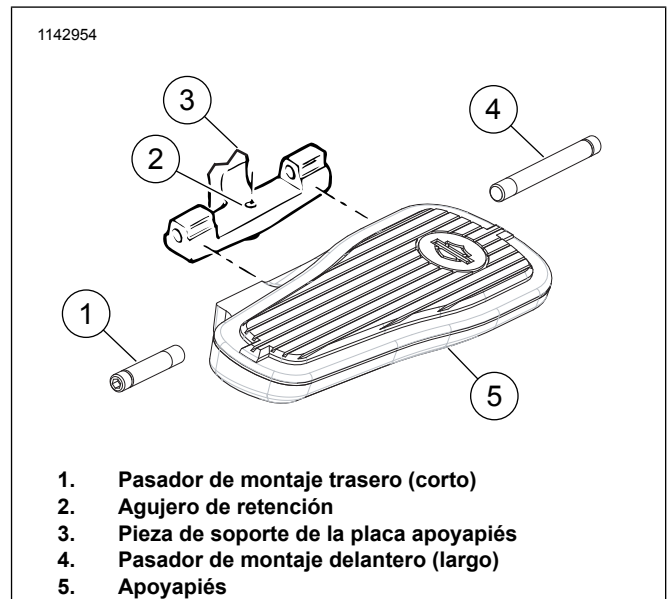

Figura 1. Soporte de la placa apoyapiés y apoyapiés
4. Ver Figura 1. Tome el resorte y la bola del kit de soporte de la placa apoyapiés. Coloque el resorte en el agujero de retención (2) en el soporte de la placa apoyapiés (3). Repose la bola en la parte superior del resorte.
5. Coloque el apoyapiés (5) en el soporte de la placa apoyapiés (3), al mismo tiempo que se tiene cuidado de no desplazar la bola de acero.